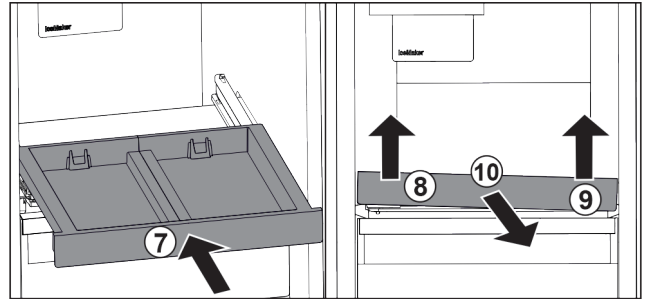

Fig. 171
- Inserire il ripiano estraibile, Fig. 171 (7)
- Sollevare il ripiano estraibile dalla parte anteriore a sinistra, Fig. 171 (8)
- Sollevare il ripiano estraibile dalla parte anteriore a destra, Fig. 171 (9)
- Rimuovere il ripiano estraibile tirandolo in avanti, Fig. 171 (10)